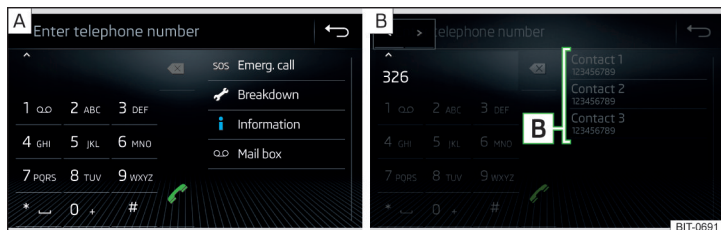
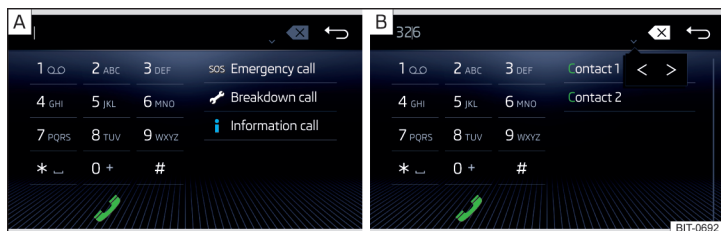

Fig. 196 Infodivertissement Columbus, Amundsen et Bolero : Clavier numérique / modification du numéro de téléphone
Fig. 197 Infodivertissement Swing : Clavier numérique / modification du numéro de téléphone
- Saisir le numéro de téléphone à l'aide du clavier numérique » fig. 196 ou » fig. 197 - [A].
- ^ / ∨ Affichage des touches de fonction < / > pour déplacer le curseur dans la ligne de saisie » fig. 196 ou » fig. 197
Si par ex. les chiffres 32 sont saisis, les contacts avec la séquence de lettres DA, FA, EB et Ä s'affichent également à côté du clavier numérique dans la zone [A] » fig. 196 ou » fig. 197.